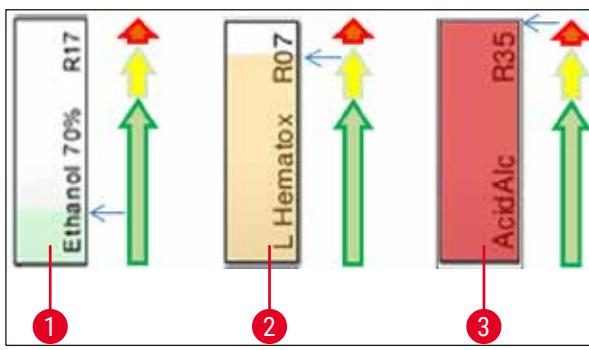

図 69
- 背景色 (→「図 69」)
- 背景色は試薬使用状態を示します (→「図 69」)。消費量が増加するにつれて、カラーバーが下から上へと次第に伸び、消費状況に応じて色も変化します。